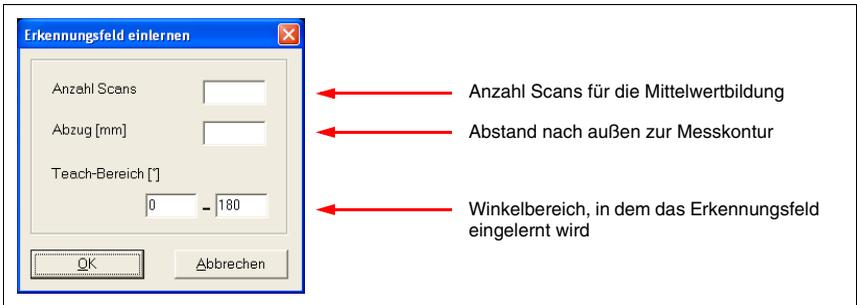

Bild 6.12: Eingabefenster Erkennungsfeld einlernen
- Geben Sie die gewünschten Werte für **Anzahl Scans**, **Abzug** und **Teach-Bereich** (siehe Bild 6.12) für das Einlernen des Erkennungsfeldes ein und bestätigen Sie mit **OK**. Der Einlernvorgang beginnt und der Fortschritt wird in einem Fenster angezeigt.